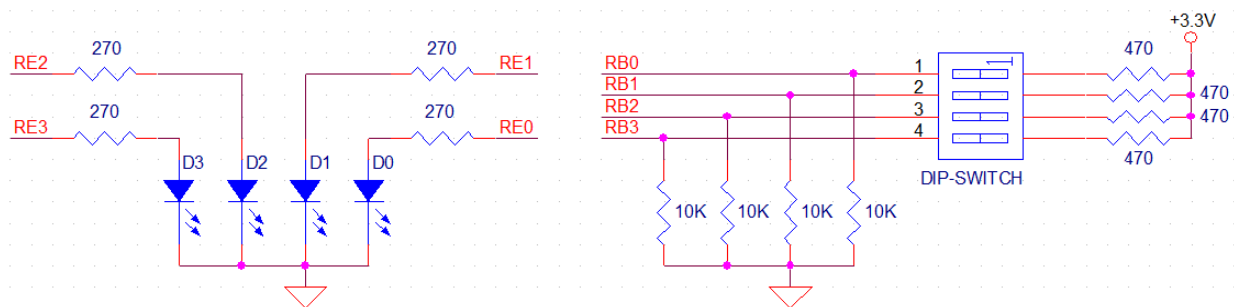

Figura 3. Ligação de 4 leds e um *dip-switch* de 4 posições a portos do PIC32
1. Escreva um programa *assembly* que comece por configurar os portos **RE0**, **RE1**, **RE2** e **RE3** como saídas e os portos **RB0**, **RB1**, **RB2** e **RB3** como entradas (esquema representado na Figura 3).